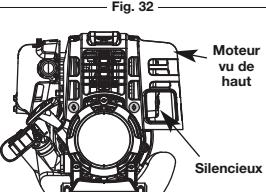

Fig. 34
- Nettoyez toute saleté autour du cache-culbuteur. Retirez la vis retenant le cache-culbuteur à l'aide d'un tournevis à lame plate large ou à tête no. T-25 Torx (Fig. 34). Enlevez le cache-culbuteur et le joint.
• Le piston est au sommet de sa course lorsqu'on regarde par le trou de la bougie (Fig. 34)